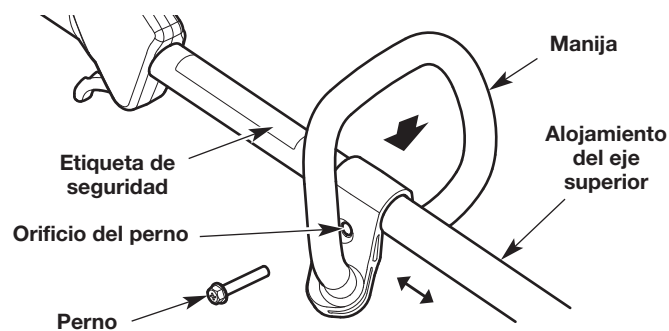
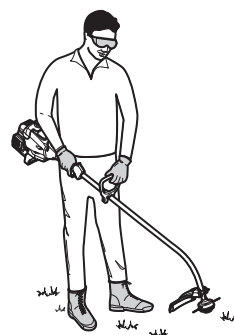

Fig. 6
Fig. 10
1. Oprima la manija hacia abajo sobre el alojamiento del eje superior (Fig. 6 or Fig. 9). Asegúrese de que el orificio del perno mire hacia la derecha (Fig. 6 or Fig. 9).
2. Inserte el perno en el orificio del perno y oprímalo para que pase a través de él (Fig. 6 or Fig. 9). Ajuste el perno con un destornillador de cabeza plana, pero no lo ajuste completamente.
3. Mantenga la unidad en la posición de funcionamiento (Fig. 10). Mueva la manija hacia arriba o abajo del alojamiento del eje superior hasta que esté en una posición cómoda (Fig. 6 or Fig. 9). Compruebe que la manija esté ubicada más allá del extremo de la etiqueta de seguridad (Fig. 6 or Fig. 9).
1. Afloje el perno con un destornillador de cabeza plana (Fig. 6 or Fig. 9).
2. Mantenga la unidad en la posición de funcionamiento (Fig. 10). Mueva la manija hacia arriba o abajo del alojamiento del eje superior hasta que esté en una posición cómoda (Fig. 6 or Fig. 9). Compruebe que la manija esté ubicada más allá del extremo de la etiqueta de seguridad (Fig. 6 or Fig. 9).
- Párese en la posición de arranque (Fig. 10). Párese derecho. No se incline sobre el aparato.
- **Desbrozadora:** Coloque el cabezal de corte a algunas pulgadas del suelo (Fig. 10).